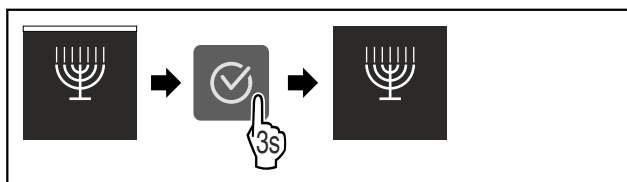

Fig. 15
- ▶ Выполните шаги действия (см. Fig. 15).